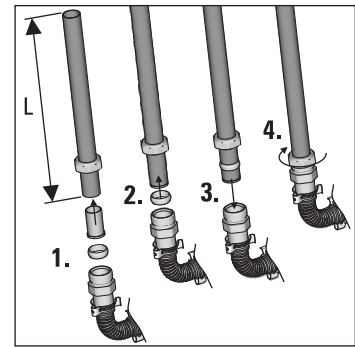

Bild 3-43 Arbeitsschritt 5
5. Verbindungsleitungen (Cu Ø 22 mm) mit den Schneidringverschraubungen der Anschlussfittings verbinden (Bild 3-43).